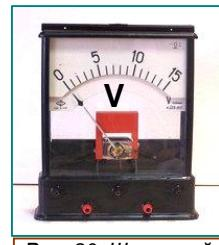

Рис. 80. Школьный демонстрационный вольтметр
Вольтметр, используемый в школьных опытах, показан на рис. 80. Однако конструкции этих приборов очень разнообразны, рис. 81.
1. Рассмотрите шкалу вольтметра (рис. 80). Определите цену деления. Перечертите в тетрадь его шкалу и нарисуйте положение стрелки для напряжений 4,5 В; 7,5 В; 10,5 В.